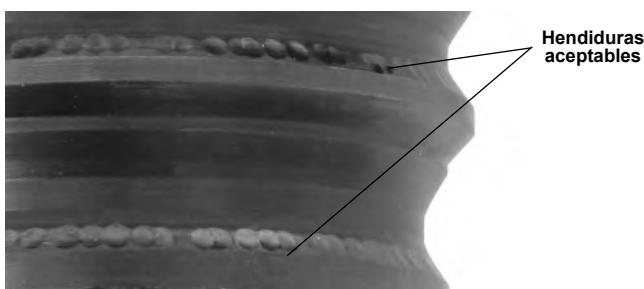

Figura 5 – Hendiduras formadas en las ranuras del acoplamiento QCS
4. Haga la inspección y mantención de cualquier otro equipo que utilice, conforme a sus respectivas instrucciones, para asegurar su buen funcionamiento. Inspeccione los cabezales intercambiables para verificar que no estén desgastados, deformados o tengan algún otro problema. Cuando inspeccione la parte del acoplamiento QCS que se encaja en el cabezal intercambiable, podría observar hendiduras en las ranuras del acoplamiento QCS; estas hendiduras se forman normalmente durante el uso y no indican ningún daño (*Figura 5*).